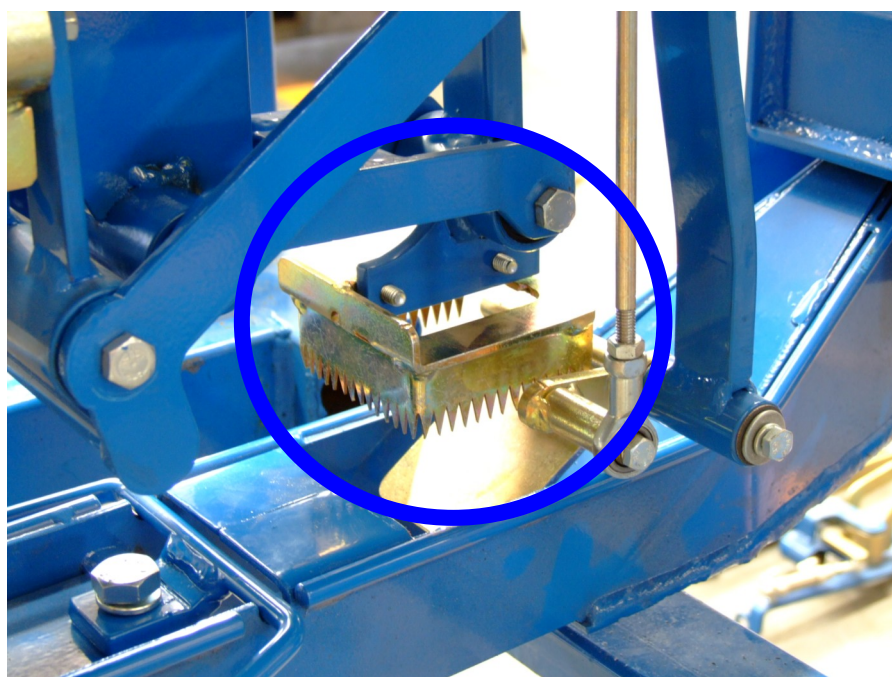

FIG.22a
**La macchina fora male o qualche elemento smette di forare il film plastico: Verificare che il coltello foratore sia integro e non danneggiato o ostruito da un corpo estraneo. (fig. 22a)**